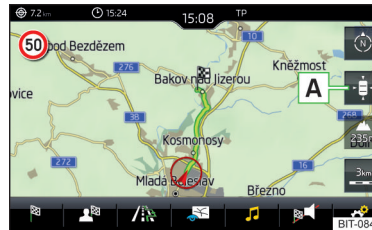

Fig. 231
► To **centre the map**, tap on function surface **A** » Fig. 231.